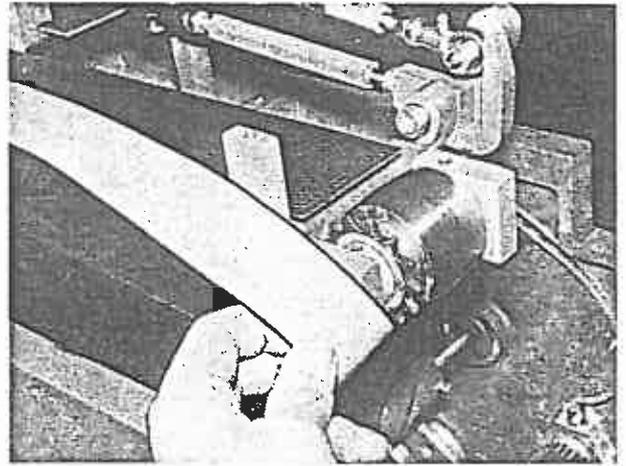

Bild 78
13. Gurtband zuerst von der Antriebsseite abnehmen, dazu Gurtband über das Kettenrad vom Antrieb abnehmen (Bild 78).